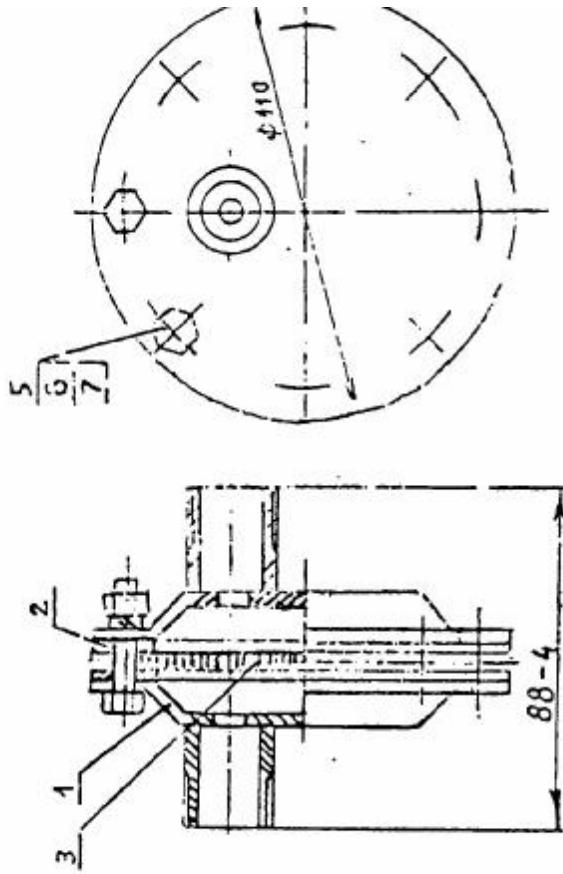
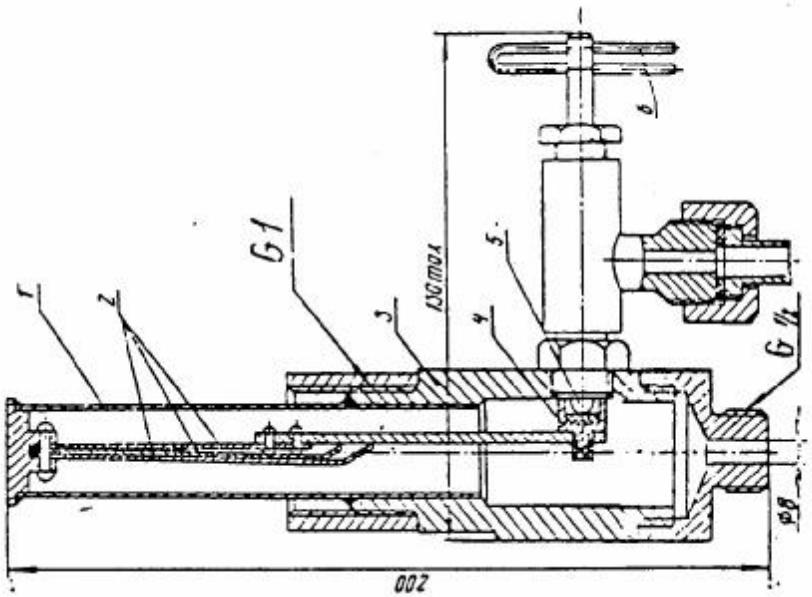

Рис. 5. Фильтр-отстойник.
Рис. 6. Термопел ТПБ-2:
3.3. Продувайте импульсные линии и фильтр-отстойник (рис. 5) до полного освобождения щели перед включением импульсного датчика.
2.1. Регулятор температуры состоит из биметаллического термореле ТРБ-2 (рис. 6), являющегося измерительно-управляющим органом исполнительно-регулирующего устройства — регулятора (рис. 1); крестовины, дросселя, фильтра (рис. 5), состоящих из запорными вентилями и соединительных патрубков.